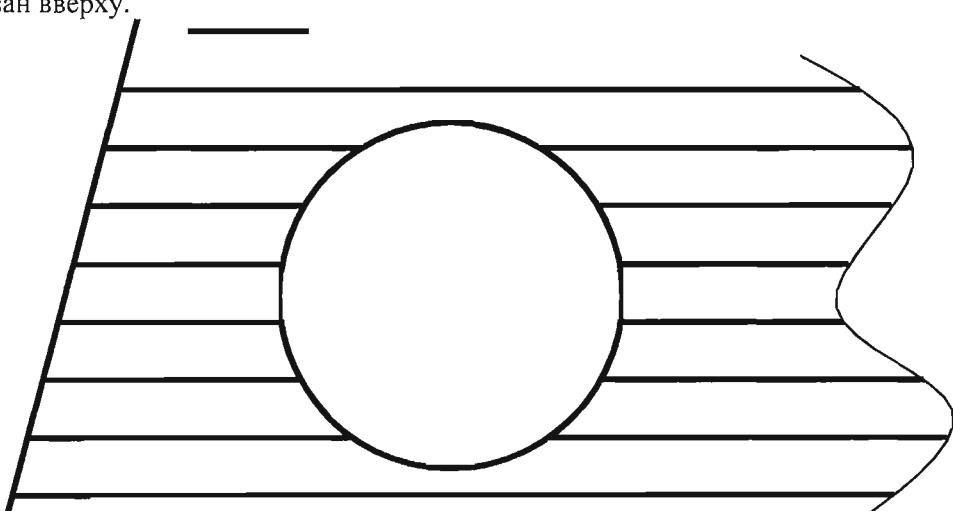

Рис. 7.5. Чертеж к заданию №4
7.2.4. Используя команду EXTEND (УДЛИНИТЬ) построить изображение (рис. 7.5). Исходный отрезок показан вверху.